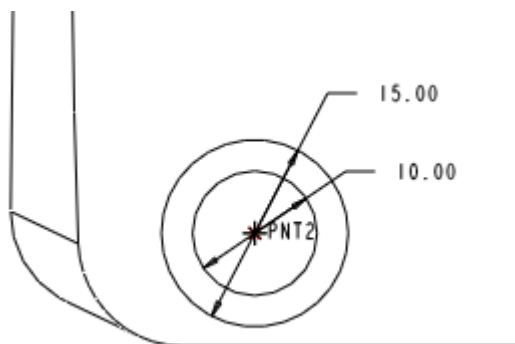

图 52-26
- (2) 单击按钮 ，打开【剖面】对话框，选择基准面 DTM1 为草绘平面，基准面 DTM2 为视图方向参照，单击【草绘】按钮，进入草绘工作环境。
- (3) 选择基准轴 A_84 为尺寸参照，绘制如图 52-26 所示的两个同心圆。